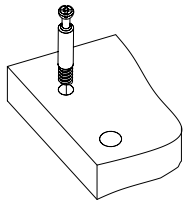

Рис.1
1. Подготовьте детали к сборке. Вкрутите шпильки минификсов в детали 3 (Рис. 1).